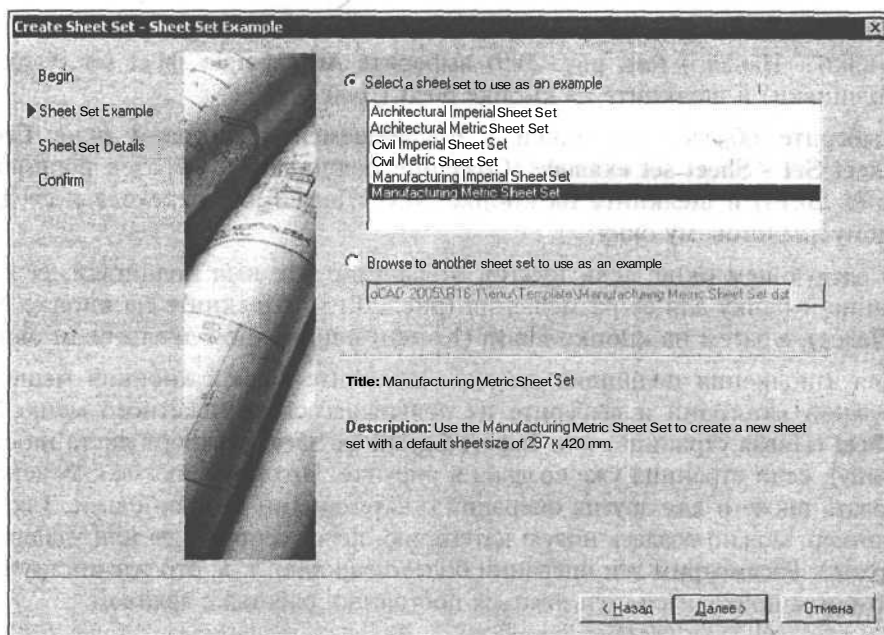

Рис. 20.14. Выбор образца для создания подшивки
4. Выберите образец подшивки в появившемся диалоговом окне **Create Sheet Set - Sheet set example** (Создание подшивки - Образец подшивки) (рис. 20.14) и щелкните на кнопке **Next** (Далее) для перехода к следующему диалоговому окну.